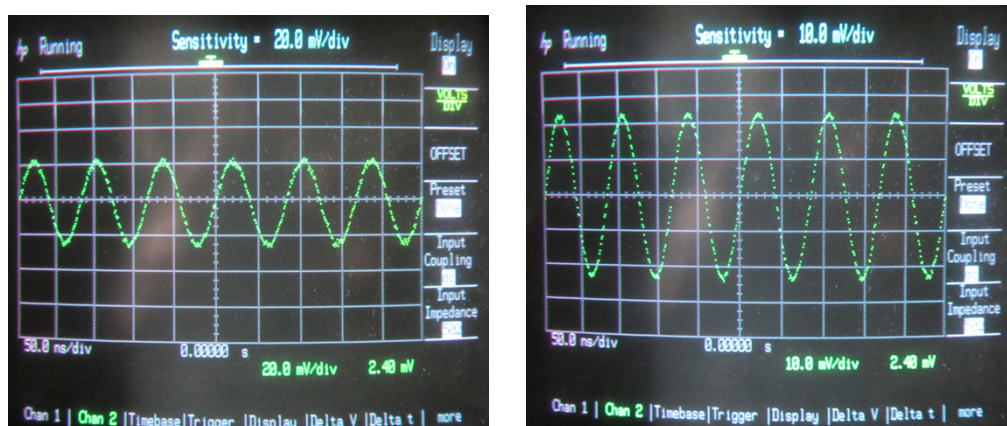

图 14. 调节垂直放大器灵敏度
- 4) 图 14 显示了同一个输入信号在不同的垂直放大器灵敏度下看到的图形. 左图的灵敏度=20.0mv/div; 右图的灵敏度=10.0mv/div.